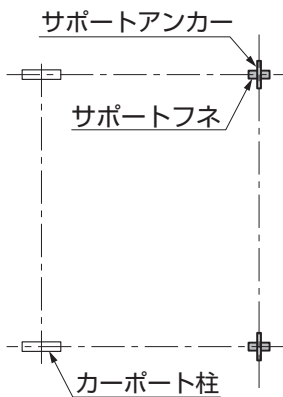
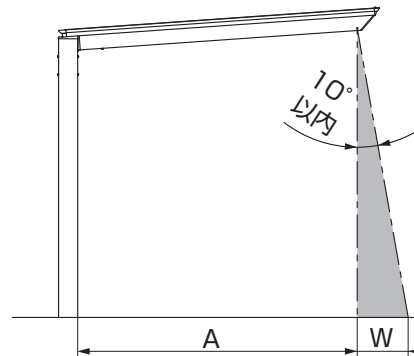

図2-1 基礎位置
図2-2 基礎埋込可能範囲
①サポートアンカーとサポートフネの基礎位置を決めてください。(図2-1、図2-2参照)
- サポートアンカーとサポートフネの埋込みは、Wの範囲に納まるようにしてください。(図2-2、表2-1参照)